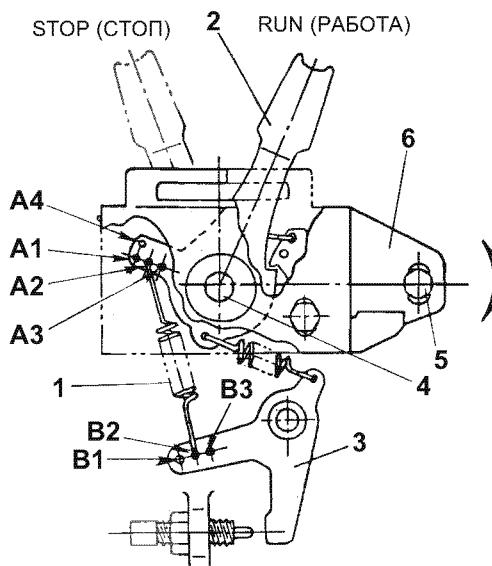

Рис. 50
2. Проверьте отверстие A или B, где установлена пружина регулятора (Рис. 50, (1)).
Имеются 4 отверстия A1 - A4 для рычага регулировки оборотов двигателя (Рис. 50, (2)) и 3 отверстия B1 - B3 для рычага регулировки оборотов двигателя (Рис. 50, (3)), и выбирается по одному из них.
1. Установите рычаг регулировки оборотов двигателя (Рис. 50, (2)) в положение RUN (РАБОТА) и запустите двигатель.
2. Немного ослабьте болты (Рис. 50, (4)) и (Рис. 50, (5)) и сдвиньте кронштейн (Рис. 50, (6)) в направлении стрелки, чтобы получить указанную максимальную скорость без нагрузки N.
3. Удерживайте кронштейн, пока поддерживается указанная скорость, и затяните болты (Рис. 50, (5)) and (Рис. 50, (4)).